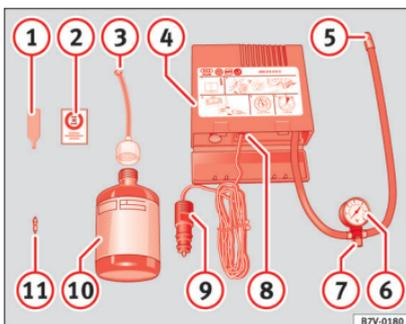

Abb. 66 Prinzipdarstellung: Bestandteile des Pannensets
- Ventilkappe und Ventileinsatz vom Reifenventil abschrauben. Verwenden Sie den Ventileinsatzdreher » **Abb. 66** ① zum Heraus-schrauben des Ventileinsatzes. Legen Sie
- Reifendichtmittelflasche kräftig schütteln » **Abb. 66** ⑩.
- Schrauben Sie den Einfüllschlauch » **Abb. 66** ③ auf die Dichtmittelflasche. Die Folie am Verschluss wird automatisch durchstoßen.
- Verschlussstopfen vom Einfüllschlauch » **Abb. 66** ③ entfernen und das offene Ende ganz auf das Reifenventil stecken.
- Ventileinsatz mit dem Ventileinsatzdreher » **Abb. 66** ① wieder in das Reifenventil schrauben.
- Reifenfüllschlauch » **Abb. 66** ⑤ des Luftkompressors fest auf das Reifenventil schrauben.
- Prüfen, ob die Luftablassschraube » **Abb. 66** ⑦ zuge dreht ist.
- Stecker » **Abb. 66** ⑨ in die 12 Volt-Steckdose des Fahrzeugs stecken » Seite 155.
• Luftkompressor mit dem EIN- und AUS-Schalter » **Abb. 66** ⑧ einschalten.